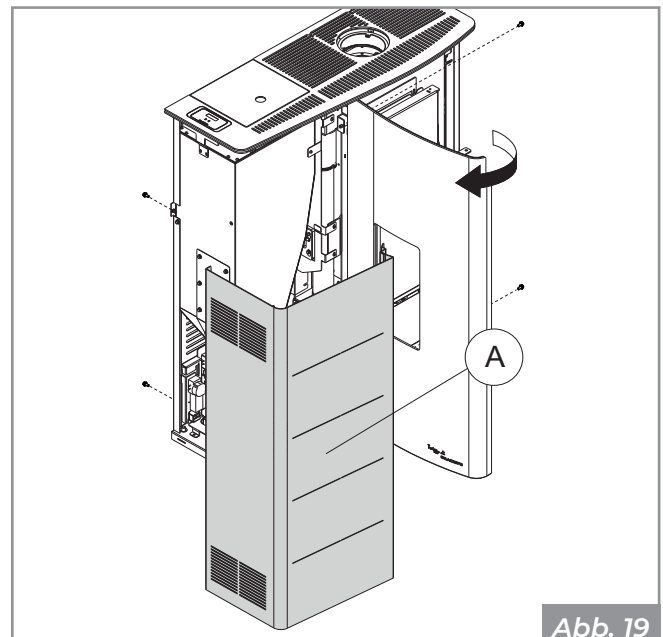

Abb. 19
- Öffnen Sie die Tür und wirken Sie auf die Schrauben, um die linke Seite zu entfernen (**A - Abb. 19**).